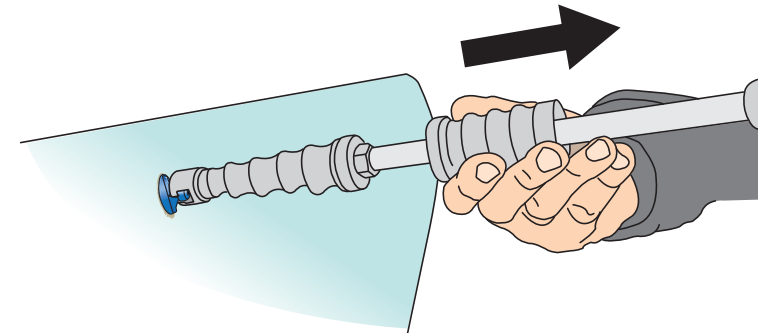

Fig. 3
7. Utiliser le marteau à inertie en imprimant des coups réguliers et secs (voir Fig. 3).